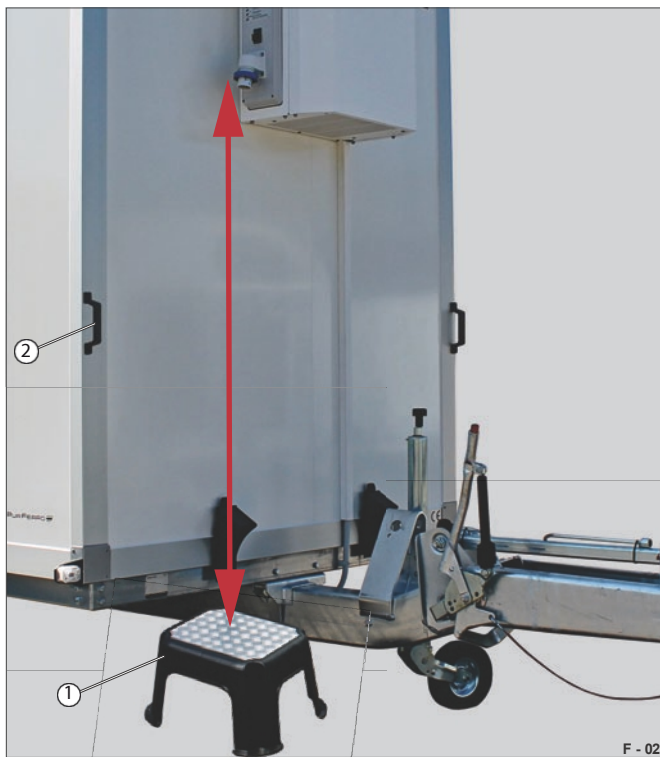

Fig. 22 Brug af skammel
- Hold om muligt fast i siden af håndtaget (Fig. 22/2).